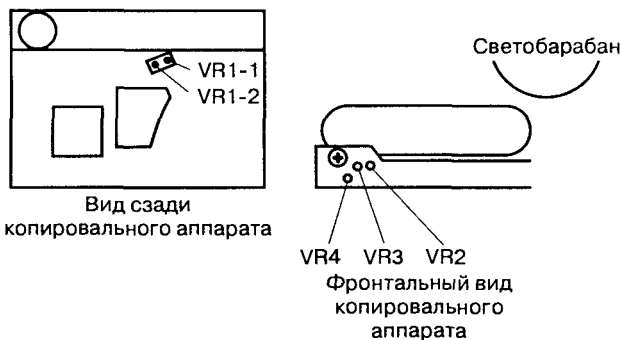

Рис. 2.15
6. Регулировка тока высоковольтного напряжения (рис. 2.15)